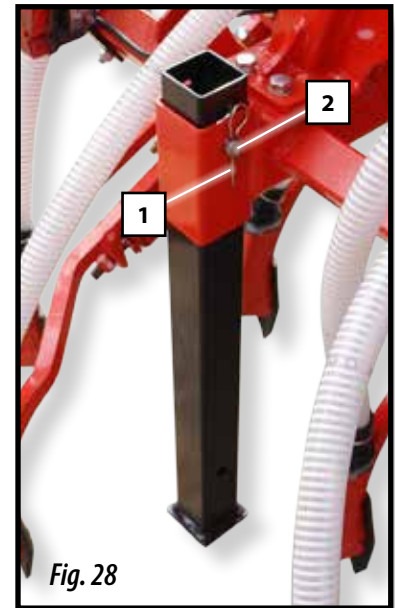

Fig. 28
- 1- Retirar el pasador (1, Fig. 28) y el bulón (2, Fig. 28) para liberar el pie.
- 3- Colocar el pasador (1, Fig. 28) y el bulón (2, Fig. 28) para fijar la posición del pie.